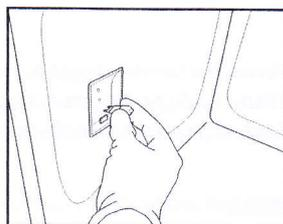

Abb.8
4. Ersetzen Sie die Lampe (siehe Hinweis zur Lampenart) (Abb. 8).